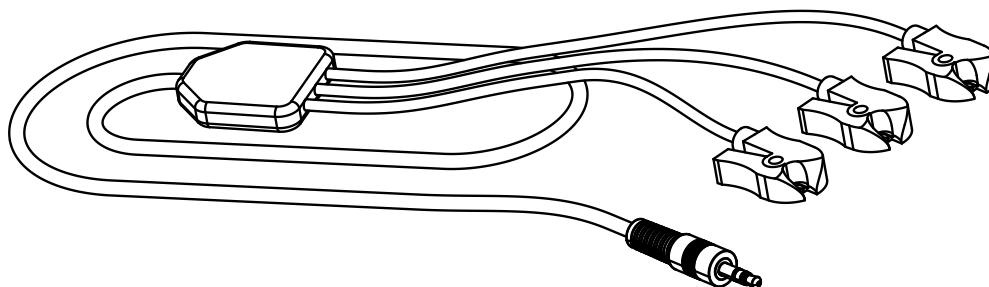

Рисунок 10 – Общий вид кабеля ЭМГ
- Кабель ЭМГ (при необходимости) (рисунок 10);
Кабель ЭМГ (рисунок 10) предназначен для работы в режиме ЭМГ для измерения ЭМГ-ответа при стимуляции мышцы. Черный электрод является референтным, другие два электрода (красный и белый) являются активными (измерительными).